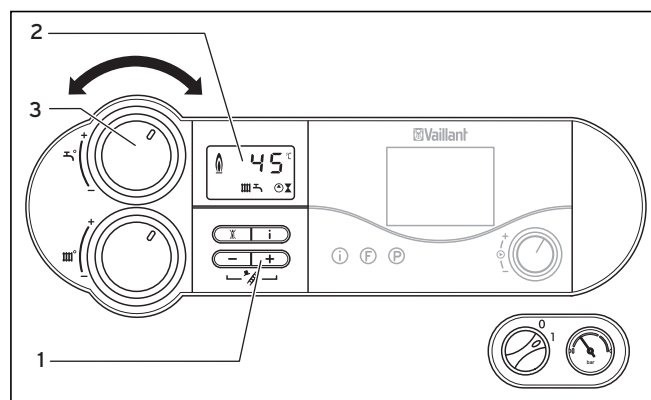

Рис. 4.6 Настройка температуры накопителя
При температуре накопителя ниже настроенной прибор автоматически включается и подогревает накопитель. Во время заполнения накопителя на дисплее (2) мигает индикация , см. рис.4.6. При достижении установленной Вами температуры накопителя прибор автоматически отключается. Насос продолжает работать еще некоторое время.
- Для этого поверните ручку (3) для настройки температуры горячей воды до упора влево, см. рис. 4.6. Для накопителя активной останется функция морозозащиты.